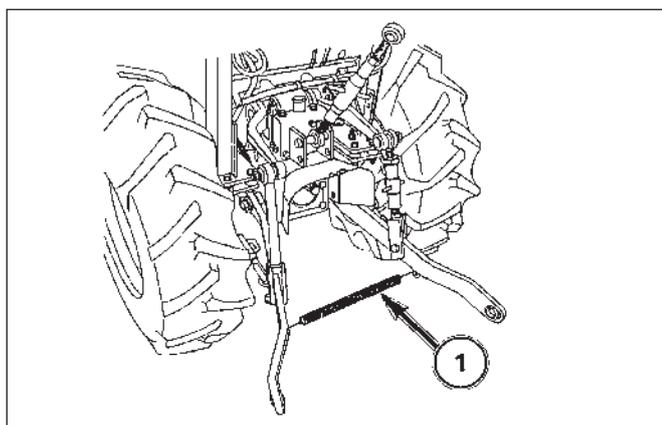

FIG. 5-39
**FIG. 5-39:** Enlevez les broches des bras inférieurs de l'équipement. Assurez-vous que les bras inférieurs sont attachés l'un à l'autre avec le ressort, 1, pour éviter qu'ils touchent les pneus.